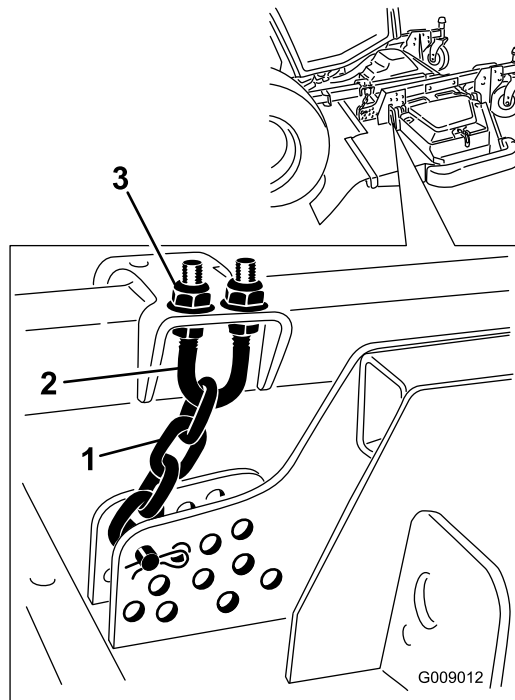

図 95
5. 刈高チェーンのUボルトの上側または下側についているジャムナットをゆるめる（図 95）。